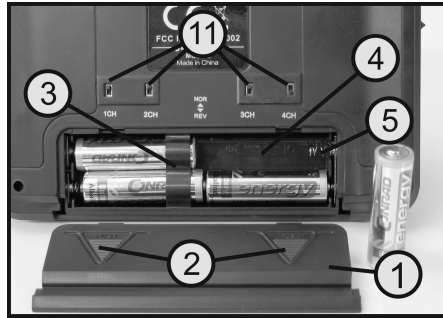

Bild 16
- 11 Reverse-Schalter (siehe auch Bild 16 und 24)
Dafür besitzt die Fernsteuerung vier Reverse-Schalter (siehe auch Bild 16, Pos. 11), die der Hersteller ab Werk bereits richtig eingestellt hat.